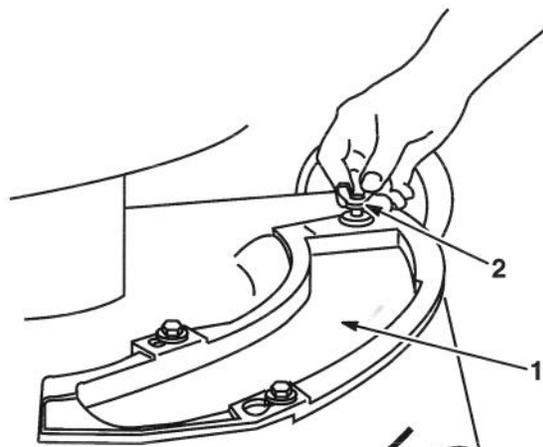

Figure 37
2. Retirer la vis à ailettes fixant l'obturateur au carter de la tondeuse (Fig. 37).